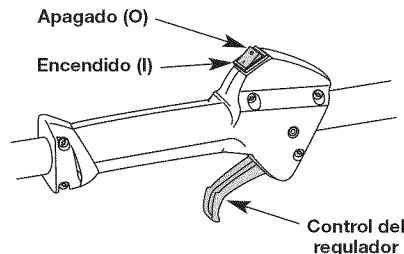

Fig. 13
**NOTA:** No hay necesidad de girar la unidad. Encendido/de parada el control (Fig. 13) está en la posición de trabajo siempre (I).
2. Coloque el control de encendido y apagado en posición de APAGADO (O) (Fig. 13).
- NOTA:** No hay necesidad de girar la unidad. Encendido/de parada el control (Fig. 13) está en la posición de trabajo siempre (1).